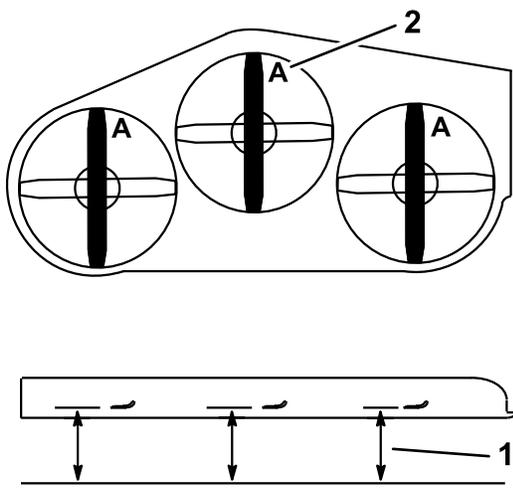

**Figura 77**
1. Inspeccione los filos de corte (Figura 77).
4. Si observa fisuras, desgaste o la formación de una ranura en esta zona, instale de inmediato una cuchilla nueva (Figura 77).